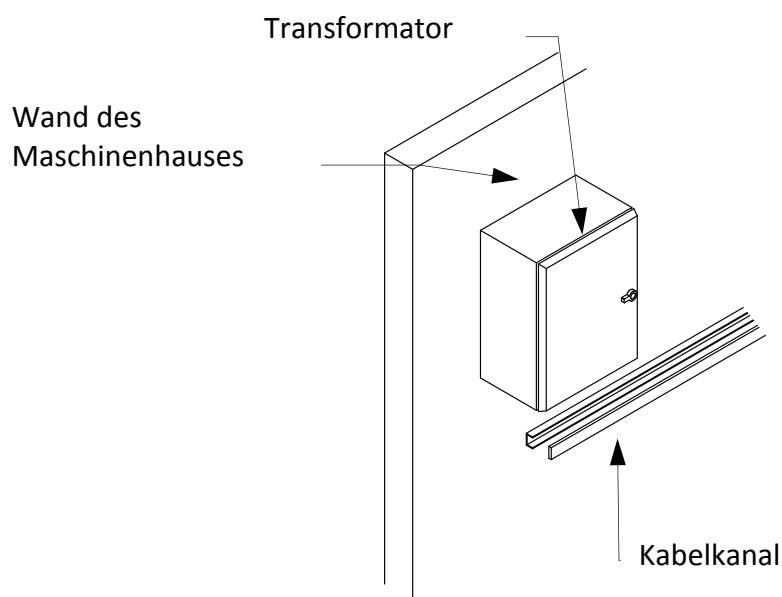

Abbildung 4 - Standort des Transformators
4. Befestigen Sie den Kabelkanal an der Transformatoreinheit wie auf **Abbildung 4 - Standort des Transformators dargestellt** und verlegen Sie den Kabelkanal durch das Gebäude zu der Position, wo Futterautomaten und Steuerpult(e) montiert werden sollen.